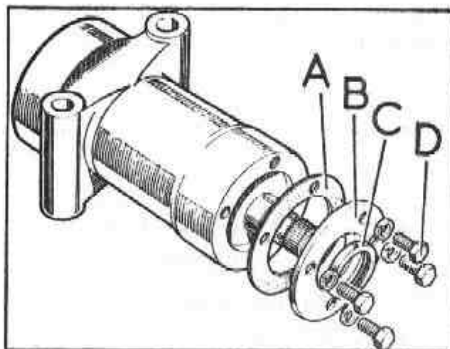

Fig. G-51 Brida del retén de aceite inferior
- 1.1. Retirar la brida, B (Fig. G-51), de la parte inferior, en unión del retén de aceite, C y junta, A, vaciando el aceite de la caja.